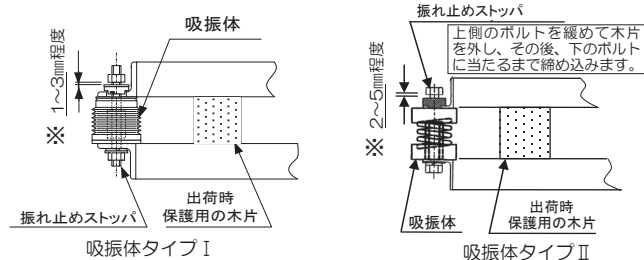

図 4-3 吸振体と振れ止めストッパー体タイプ
- ・防振装置の搬入用に設置している“木片”は振れ止めストップパルトを緩め、組立後ははずしてください。防振が効かず、異常振動の原因となります。(図 4-3、図 4-4、図 4-5 参照)
- ・振れ止めストップパルトは防振を効かすため、図 4-3、図 4-4、図 4-5 の※印隙間を確認、調整してください。